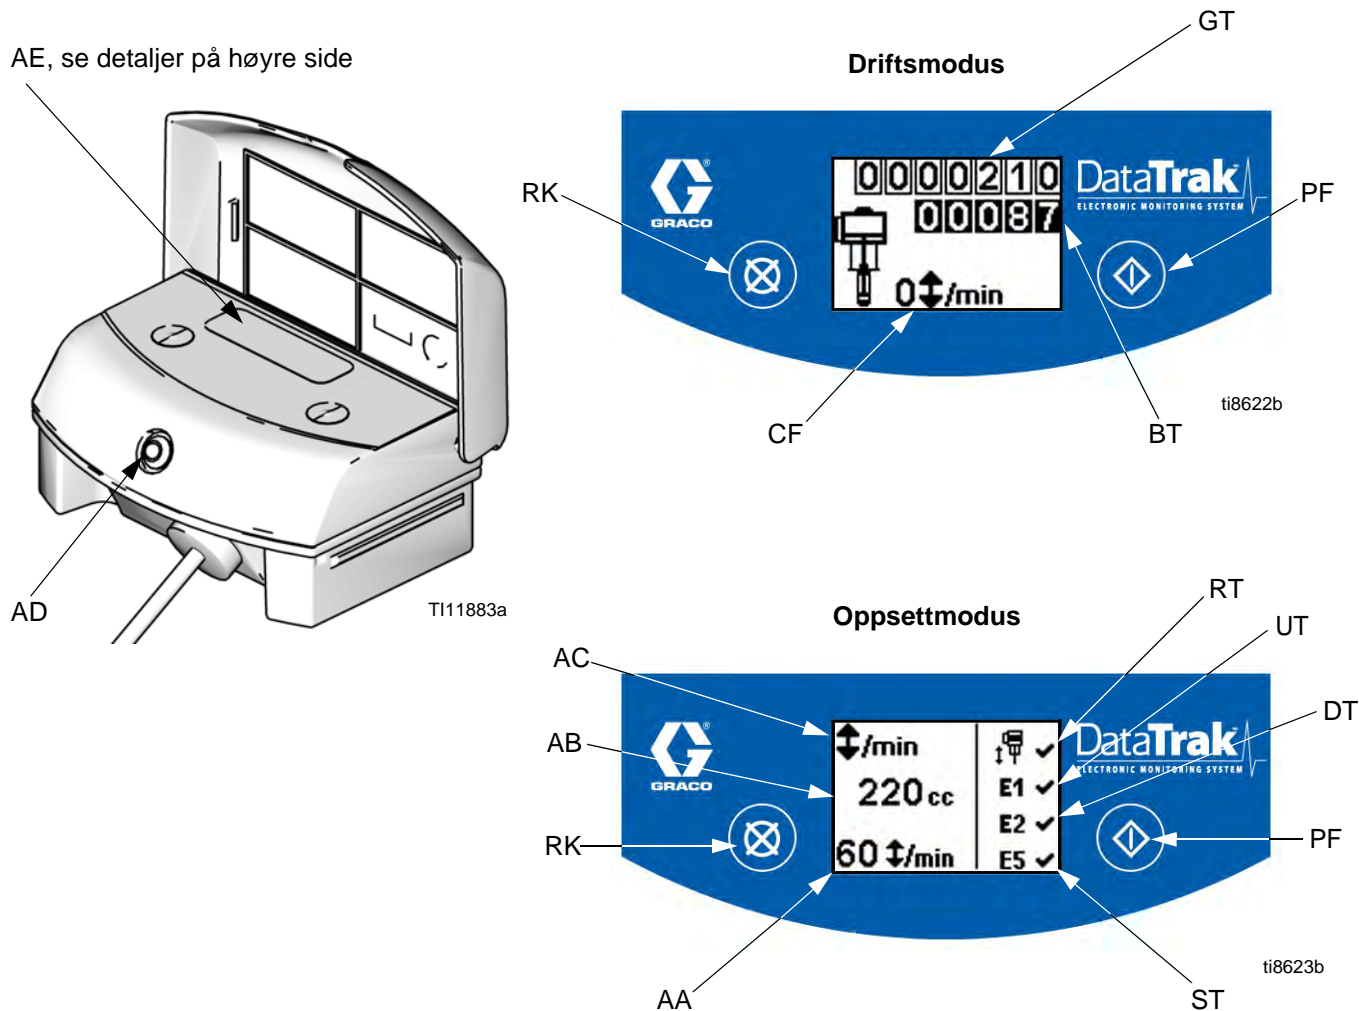

FIG. 9. DataTrak-regulering og indikatorer
Tegnforklaring for FIG. 9
1. Se FIG. 9. Trykk og hold  i 5 sekunder til Oppsett-menyen vises.
MERK: Når rusning, E1, E2 og E5 feilalternativer er aktivert, vises et  på oppsett-skjermen. Se FIG. 9.
1. Se FIG. 9. Hvis pumperusning oppstår, utløses rusningsspolen og pumpen stanses. LED-lysene (AD) vil blinke og skjermen (AE) vil indikere en rusningstilstand (se Tabell 1). Skjermen vil bla gjennom seks instruksjonsvisninger.
2. Rusningsvisning 1 og 2: Nullstill rusningsspolen ved å stenge hovedluftventilen (U). Vent til luften er tappet helt ut av luftmotoren.
5. Åpne hovedluftventilen (U) for å starte pumpen på nytt.
MERK: Deaktiver rusningsovervåking ved å gå inn i oppsett-modus og still rusningsverdien til 0 (null) eller sett til (RT) av  (se FIG. 9).
1. Se FIG. 9. Gå inn i Oppfyllings-/skyllemodus ved å trykke på en knapp for å vekke opp skjermen, trykk deretter på . Oppfyllings-/skyllesymbolet vises på skjermen og LED-lysene
2. Når den er i Oppfyllings-/skyllemodus, deaktiveres rusningsbeskyttelsen og porsjonstelleren (BT) teller ikke. Totaltelleren (GT) fortsetter å telle.
Se FIG. 9. Det siste sifferet i porsjonstelleren (BT) representerer tiendedeler av gallons eller liter. Nullstill telleren ved å trykke på en knapp for å vekke opp skjermen, trykk deretter på  og hold inne i 3 sekunder.
Se FIG. 9. Skjermen (AE) slår seg av etter 1 minutt uten aktivitet i Driftsmodus eller etter 3 minutter i Oppsett-modus. Trykk på en knapp for å vekke opp skjermen.
DataTrak kan diagnostisere flere problemer med pumpen. Når overvåkingen oppdager et problem, begynner LED-lysene (AD, FIG. 9) å blinke og en diagnosekode vises på skjermen. Se Tabell 1.